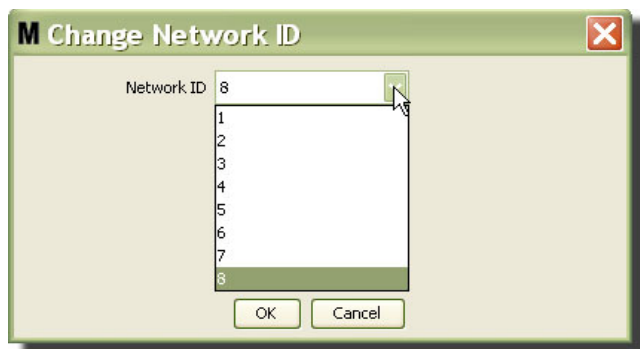

Рис. 85
3. Выберите из выпадающего списка доступных идентификаторов сети выберите значение вашего местоположения (Рис. 85). Нажмите кнопку «ОК» [ОК], чтобы закрыть окно и сохранить изменения.